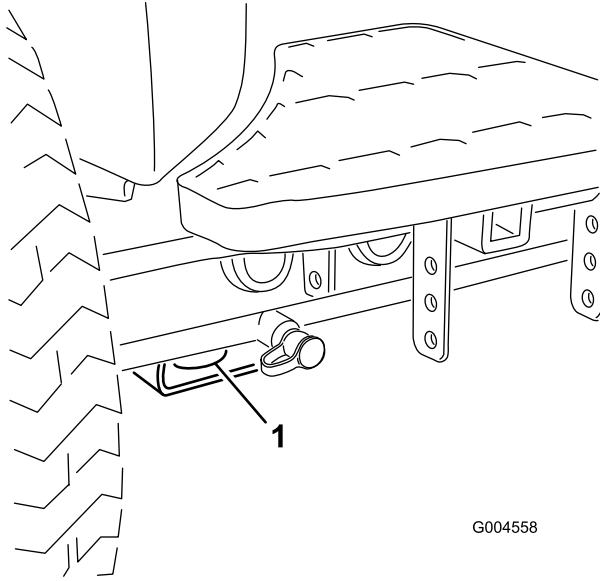

Bild 57
- Vorne: Loch im Rechteck unter dem Achsenrohr in jedem Vorderreifen (**Bild 57**).